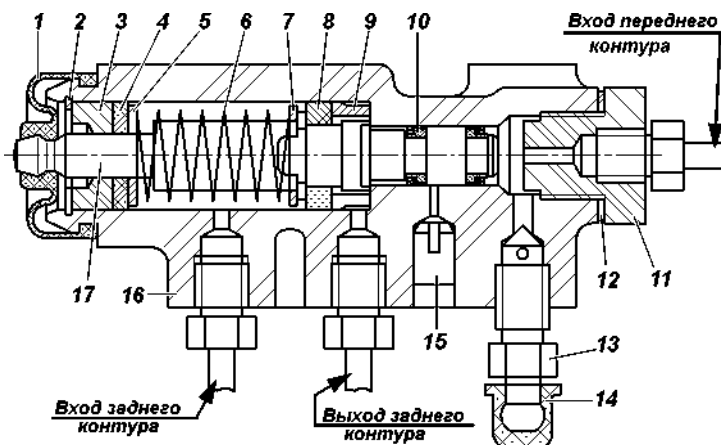
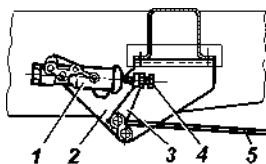

Рис. 9.30. Регулятор давления:
Рис. 9.31. Привод регулятора давления:
Регулятор давления. На автомобилях, не оснащенных антиблокировочной системой тормозов, устанавливается механический регулятор давления, действующий на задние тормоза (рис. 9.30), который обеспечивает оптимальное распределение тормозных сил по осям автомобиля и не допускает опережающую блокировку задних колес. При обслуживании проверяйте работоспособность регулятора давления. Очищайте регулятор от грязи и проверяйте надежность его крепления. Внешним осмотром убедитесь, что регулятор и детали его привода не имеют повреждений, отсутствуют
При нажатии на педаль тормоза поршень 17 (рис. 9.30) регулятора давления должен выдвинуться из корпуса на 1,7–2,3 мм. Отсутствие хода поршня, а также его недостаточный или чрезмерный ход свидетельствует о неисправности регулятора или его привода.
В процессе эксплуатации и при замене задних рессор необходимо регулировать усилие упругого рычага 5 (рис. 9.31) на поршень регулятора. Регулировку производите в следующей последовательности:
2. Ослабьте контргайку регулировочного болта 4 (рис. 9.31) и отверните болт на 2-3 оборота.
3. Заверните болт 4 (рис. 9.31) до соприкосновения его с хвостовиком поршня 17 (см. рис. 9.30) регулятора.